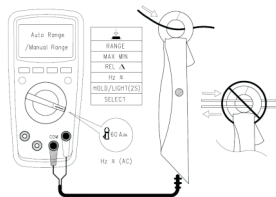

图11
- \*. 60A交直流电流卡钳测量(见图11),用附件配置的电流卡钳,按图示连接进行测量。(仅适用于UT139C)